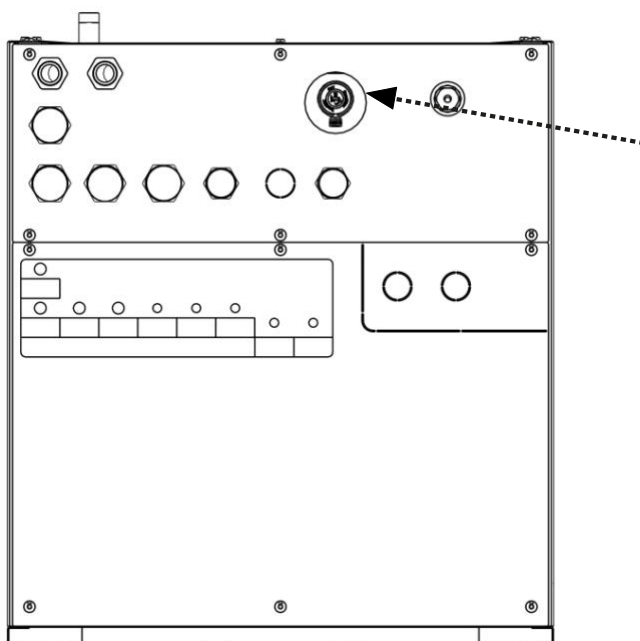

Fig. 4.7 – 1
- Assicurarsi che tutte le valvole automatiche di spurgo dell'aria siano aperte (almeno due giri). Fig. 4.7 -1